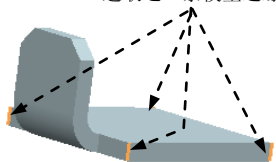
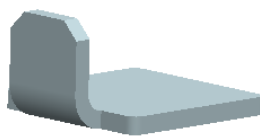

图 5.4.7 定义圆角参照边
图 5.4.8 创建“倒圆角”特征
(1) 在系统提示下，选取图 5.4.7 所示的模型边缘为圆角放置参照。
(2) 定义倒角属性。在“倒角”命令条中单击  按钮，在 折线： 文本框中输入值 2.0，单击鼠标右键（两次）。
Step6. 单击命令条中的  按钮，完成图 5.4.8 所示圆角的创建。